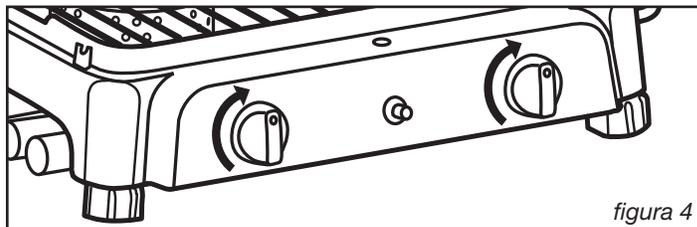

figura 4
2. Asegurar que las válvulas del fogón están cerradas como se muestra en la figura 4